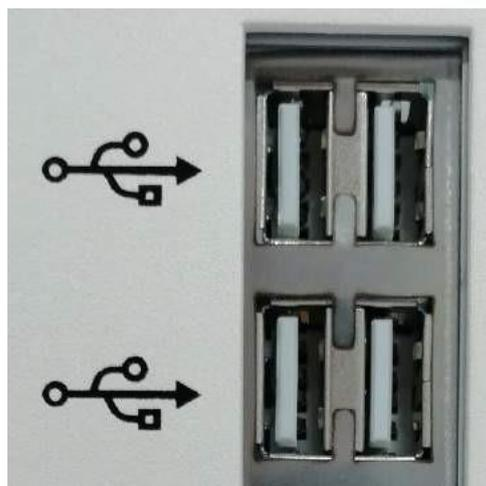

Figura 6-1 Puerto USB
2. Enchufe el disco U en el puerto USB. Consulte la Figura 6-1.